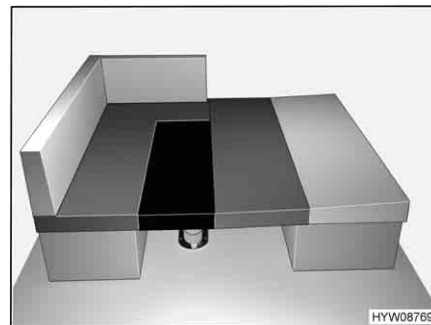

Fig. 103 Dopo la trasformazione
- Posizionare il cuscino aggiuntivo (raffigurato in nero) tra i cuscini del divano, come nella Fig. 103.